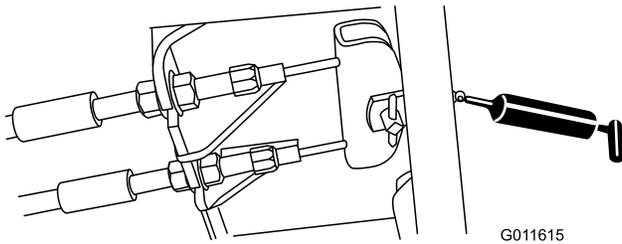

Рисунок 53
- Педаль тормоза (1 шт.) (Рисунок 53)